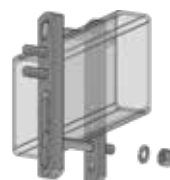

Figure 9
2. Insérez le deuxième boulon de $\frac{5}{8}$ po x $3\frac{3}{4}$ po à travers le trou ouvert situé le plus près du fond du châssis de la remorque. (Figure 9)